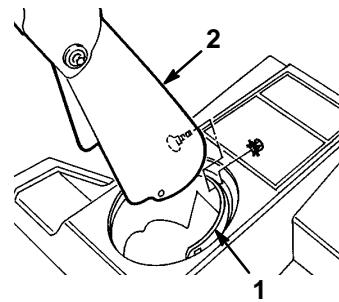

Figure 5
1. Placer la poignée d'orientation sur la couronne d'éjecteur (Fig. 5).
2. Tourner le trou arrière de l'éjecteur face au trou central de la couronne (Fig. 5).
3. Insérer un boulon de carrossier dans les trous centraux, et le fixer à l'aide d'un écrou placé à l'extérieur (Fig. 5).